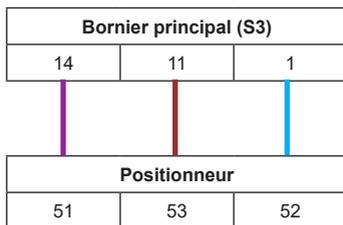

Fig. 27 Schéma des bornes d'installation du positionneur (8 kN+)
- 8 kN+ : Connectez les fils du faisceau de câbles du potentiomètre au rail de raccordement principal (figure 27) et connectez la fiche du potentiomètre à la prise du potentiomètre sur la carte du positionneur en vous référant à la figure 25 "Installation de la carte du positionneur" pour l'orientation du produit. Le faisceau de câbles du potentiomètre doit passer par le centre de la carte du positionneur, comme indiqué.
- 8 kN+ : Connectez le faisceau de câbles DE comme indiqué dans la Figure 27 "Schéma des bornes de l'installation du positionneur (8+ kN)"